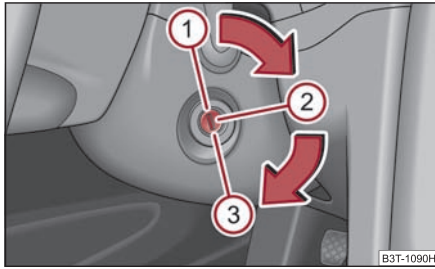

Abb. 134 Zündschlossstellungen
- Den Motor schalten Sie durch Drehen des Zündschlüssels in Stellung  aus ⇒ Seite 120, Abb. 134.